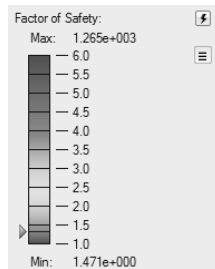

图 8-13
5) 安全系数约为 1.4，由于该值大于 1.0，因此预计该模型在此种载荷工况下不会失效，如图 8-13 所示。